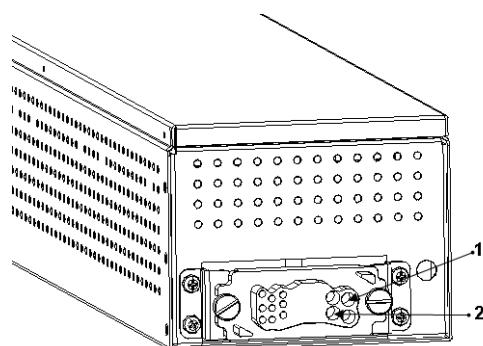

Рис. 2-1. Обратная сторона блока батареи
- Напряжение между точками 1 и 2 (Рис. 2-1) может превышать 150 В пост. тока, поэтому их нельзя касаться, и крышка должна оставаться на месте, если не выполняется установка.